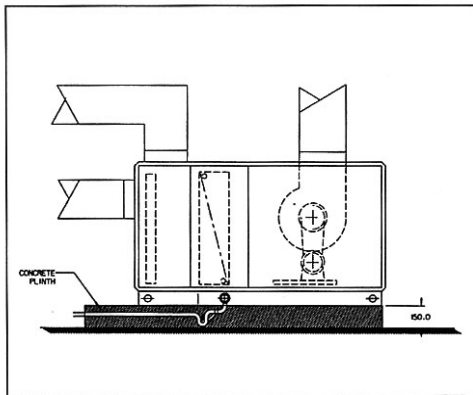

Fig.3 Intallation At Ground Level
1. เมื่อต้องการติดตั้งเครื่องบนพื้นหรือแขวนต้องทำการยก พื้นหรือแขวนตาม Fig 3 และ 4